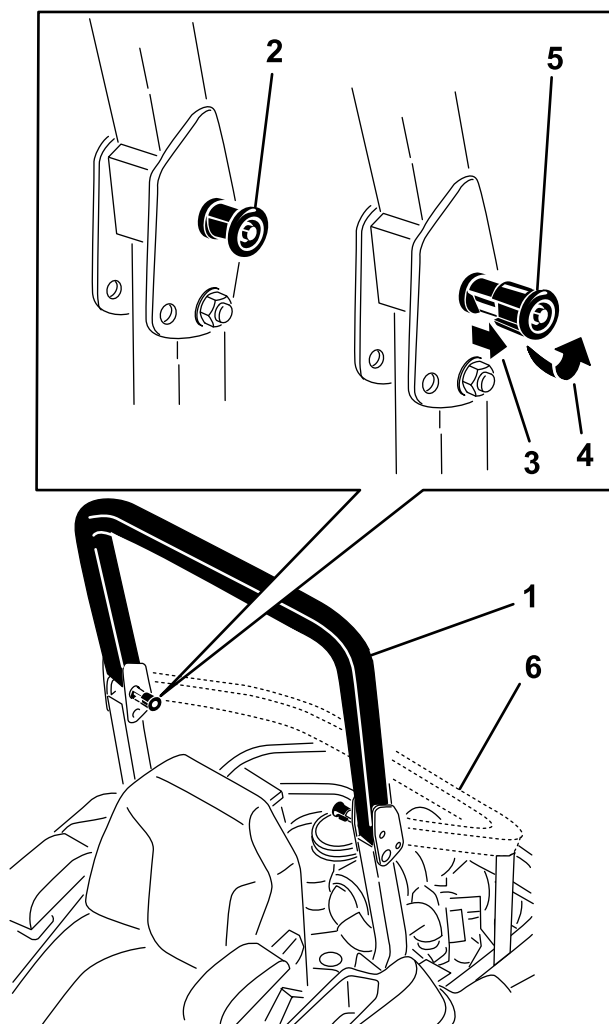

Figura 8
2. Tire de ambos pomos hacia fuera y gírelos 90 grados para desengranarlos (Figura 8).
3. Baje la barra antivuelco (Figura 8).
1. Eleve la barra anti-vuelco a la posición de trabajo y gire los pomos hasta que se introduzcan parcialmente en las ranuras (**Figura 8**).
2. Eleve la barra antivuelco a la posición vertical, presionando sobre la parte superior de la misma; las clavijas encajarán en cuanto se alineen con los orificios (**Figura 8**).